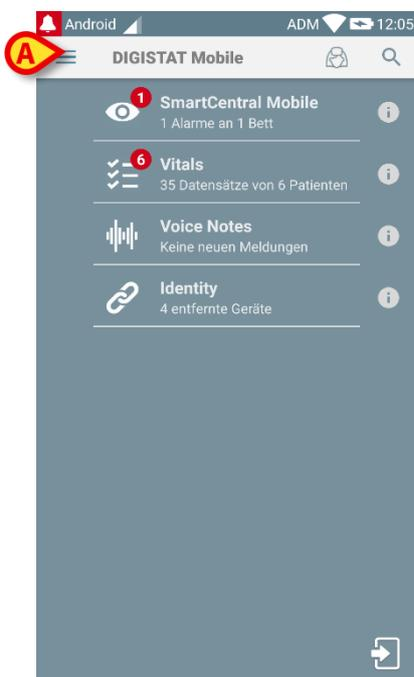

Abb. 25
- Aktivieren Sie den Hauptbildschirm der Digistat® Mobile-Anwendung (Abb. 25)
- Berühren Sie das Symbol  in der oberen linken Ecke des Bildschirms (Abb. 25 **A**).